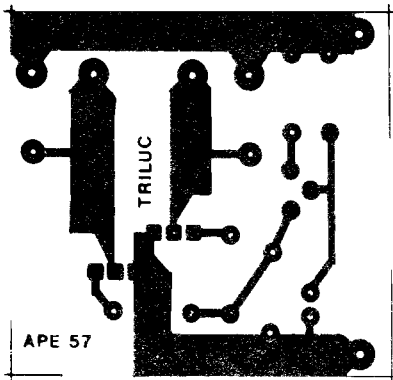

Fig. 2
- **FIG. 2 - LAY OUT DO CIRCUITO IMPRESSO ESPECÍFICO** - Pequeno (poderia ficar ainda menor, mas optamos por uma compactação moderada, em benefício dos iniciantes ou Hobbystas sem muita prática, que se "complicam" um pouco em montagens muito "congestionadas"... e simples, o Circuito Impresso (o padrão cobreado é visto em áreas negras, na figura, que está em escala 1:1) e de fácil realização, bastando ao Leitor um pouquinho de "capricho" e atenção, aliados à inevitável conferência final... Algumas